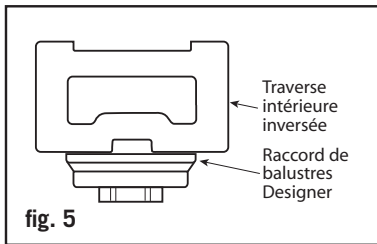
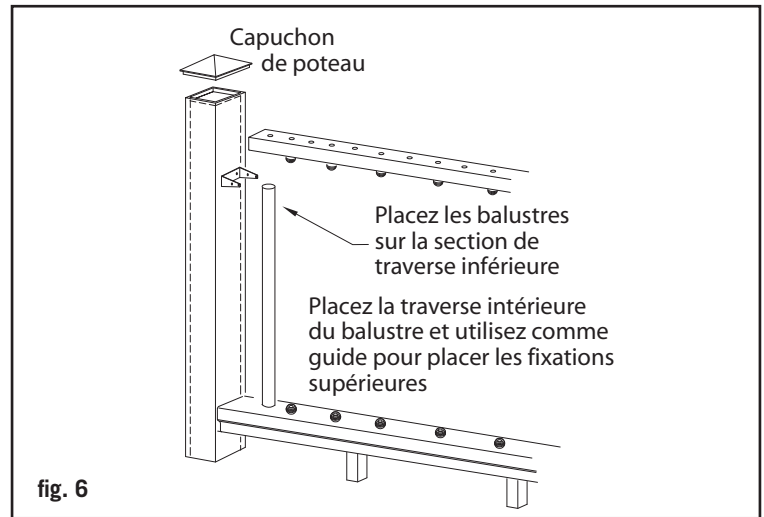

fig. 5
fig. 6
Step 12: Important: When using Deckorators Designer Baluster Connectors (both Estate and Classic), the upper inner rail must be inverted (fig. 5). Use an exterior adhesive on the underside of the Designer Baluster Connectors to prevent the balusters from spinning. Install the baluster connectors on the underside of the top inner rail (fig. 6). Set the rail on to the balusters, gently tapping the rail to remove any gaps. Attach the inner rail to the brackets by pre-drilling eight 1/8" holes at each bracket hole and into the inner rail. Fasten the rail to the bracket using eight 1" long countersunk screws.
Step 10: Important: when using Deckorators Designer Baluster Connectors (both Estate and Classic) in conjunction with the stair adaptors, the upper inner rail must be inverted (fig. 5). Use an exterior adhesive on the underside of the Designer Baluster Connectors to prevent the balusters from spinning. Install the remaining baluster connectors and stair adaptors (if applicable) on the underside of the upper inner rail. Set the rail onto the balusters, gently tapping the rail to remove any gaps. Attach the inner rail to the brackets by pre-drilling eight 1/8" holes at each bracket hole and into the inner rail. Fasten the rail to the bracket using eight 1" countersunk screws.
Étape 12 : Important : en utilisant les raccords de balustrade Deckorators Designer (Estate et Classic), la traverse intérieure supérieure doit être inversée (fig. 5). Utilisez un adhésif extérieur sous les raccords de balustrade Designer pour éviter que les balustres pivotent. Installez les raccords de balustrade sous la traverse intérieure supérieure (fig. 6). Installez la traverse sur les balustres, frappez délicatement la traverse pour retirer tous écarts. Installez la traverse intérieure aux fixations en pré-perçant huit trous de 1/8 po à chaque trou de fixation et dans la traverse intérieure. Attachez la traverse à la fixation en utilisant huit vis à tête fraisée de 1 po.
Étape 10 : *Important :* en utilisant les raccords de balustre Deckorators Designer (Estate et Classic) avec les adaptateurs d'escalier, la traverse intérieure supérieure doit être inversée (fig. 5). Utilisez un adhésif extérieur sous les raccords de balustre Designer pour éviter que les balustres pivotent. Installez les raccords de balustres restants et les adaptateurs d'escalier (s'il y a lieu) sous la traverse intérieure supérieure. Installez la traverse sur les balustres, frappez délicatement la traverse pour retirer tous écarts. Installez la traverse intérieure aux fixations en pré-perçant huit trous de 1/8 po à chaque trou de fixation et dans la traverse intérieure. Attachez la traverse à la fixation en utilisant huit vis à tête fraisée de 1 po.